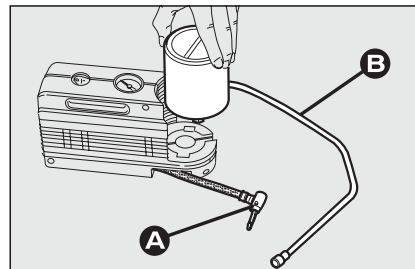

fig. 17
- maak de koppeling **A-fig. 17** los;